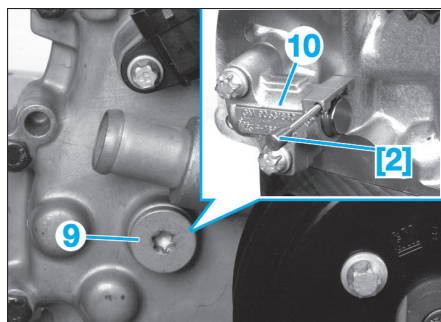

Fig. 38
- [2]. Pige d'immobilisation du tendeur de chaîne de distribution (ref. KM-955-1) (Fig.38).
- Déposer le bouchon d'obturation (9) du tendeur de chaîne.
- Immobiliser le tendeur de chaîne (10) à l'aide de l'outil [2] (cote : Ø de 2 mm et de longueur 44 mm) (Fig.38). Pour cela, tendre l'arbre à cames d'admission par l'hexagone avec une clé à fourche dans le sens de rotation du moteur.